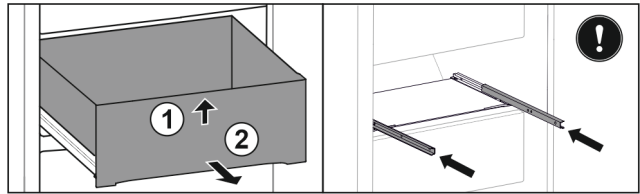

Fig. 48
- ▶ Приподнимите выдвижной ящик спереди. Fig. 48 (1)
- ▶ Извлеките выдвижной ящик движением вперед. Fig. 48 (2)